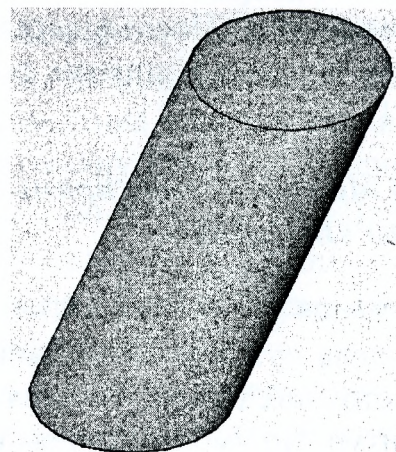

Рисунок 13 – Моделирование цилиндра: а) прямого; б) наклонного
2. Вызываем команду «Выдавить». ЛК выбираем контур для выдавливания, нажимаем Enter. В командной строке появится запрос: *Высота выдавливания [Направление\ Траектория\ Угол сужения]*. Для построения прямого цилиндра необходимо ввести его высоту (рис. 13, а). Для построения наклонного цилиндра необходимо вызвать опцию «Траектория» (ввести т (большая буква в команде) +Enter) и выбрать ЛК ось 12 (рис. 13, б).